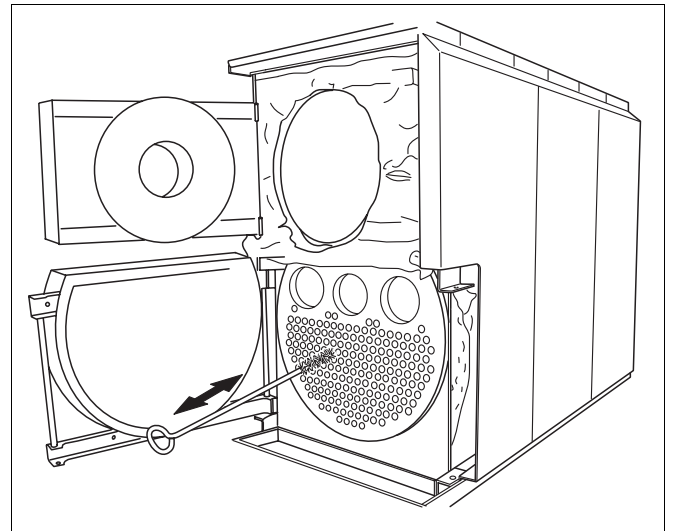

Fig. 30 Rensning af hedefladerne
- Børst hedepladerne igennem (fig. 30).